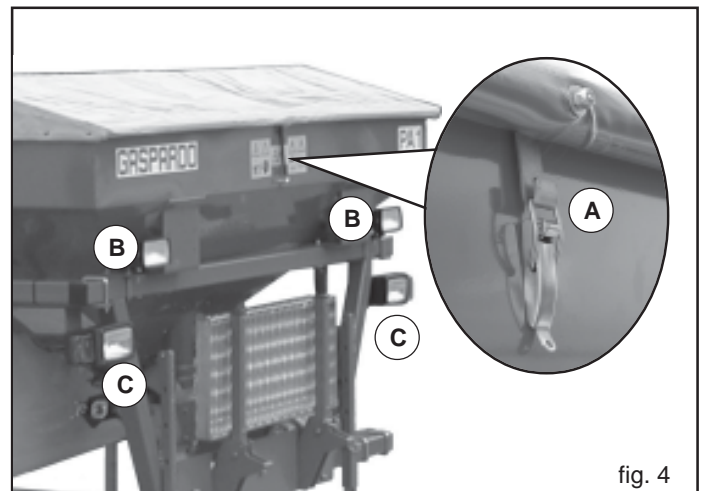

fig. 4
- 7) Beim Transport auf der Straße müssen die Behälter und Trichter leer sein. Höchstgeschwindigkeit 25 km/h. Immer die Tankabdeckung mit Haubenschluss sichern (A, Fig. 4) Regelmäßig den Haubenschluss auf Alterung überprüfen und bei Bedarf austauschen!
- 10) Wenn die geschleppten oder an dem Schlepper angebrachten Ausrüstungen und Geräte die Sichtbarkeit der Signalisierungs- und Beleuchtungsrichtungen des Schleppers verdecken, müssen diese Vorrichtungen auch an den Ausrüstungen angebracht werden, wobei die Vorschriften der im jeweiligen Anwendungsland geltenden Straßenverkehrsordnung zu beachten sind. Beim Gebrauch ist zu kontrollieren, daß die Anlage einwandfrei funktioniert. Befahren öffentlicherer Strassen nur mit ausgeschalteten Arbeitsscheinwerfern (B, Fig. 4). Abblendlicht (C, Fig. 4) nur unter Beachtung örtlicher Bestimmungen einstellen und benutzen.